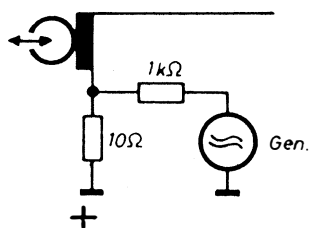

Fig. 17
5.5 Mesure de la correction à la lecture (voir fig. 17)
2. Connect an audio oscillator according to Fig. 17.
2. Brancher un générateur BF comme représenté à la figure 17.
2. Conectar el generador de baja frecuencia, según indica fig. 17.